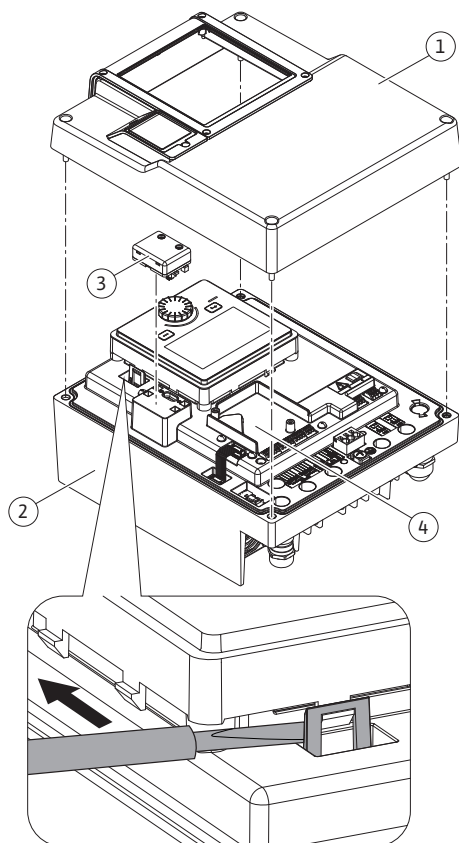
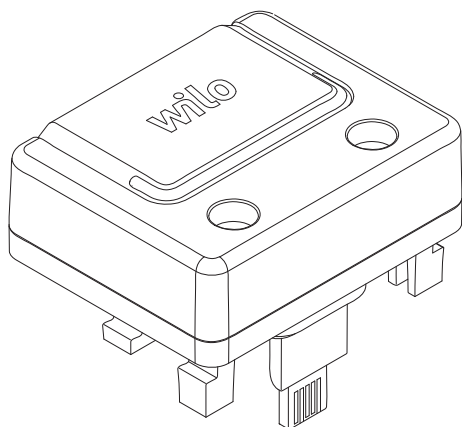

Fig. 30: Elektronikmodul
Fig. 31: Wilo-Smart Connect modul BT
1. Åbn karabinhagen (Fig. 30) forsigtigt med værktøj (f.eks. en skruetrækker).
Bluetooth-grænsefladen Wilo-Smart Connect modul BT (Fig. 30, pos. 3 og Fig. 31) bruges til tilslutning af mobilt terminaludstyr som f.eks. smartphone og tablet. I Wilo-Assistant-appen findes Wilo-Smart Connect-funktionen. Med Wilo-Smart Connect-funktionen kan pumpen betjenes og indstilles, og der kan udlæses pumpedata. Se kapitlet "Ibrugtagning" [► 52] vedrørende indstillinger.
1. Løsn fire skruer på elektronikmodulets overdel (Fig. 30, pos. 1; Fig. 1, pos. 2).
3. Sæt Wilo-Smart Connect modul BT i den dertil beregnede grænseflade Wilo-Connectivity Interface. Se Fig. 30, pos. 3.
CIF-moduler (tilbehør) bruges til kommunikation mellem pumper og bygningsstyringsteknik. CIF-moduler sættes i elektronikmodulet (Fig. 30, pos. 4).